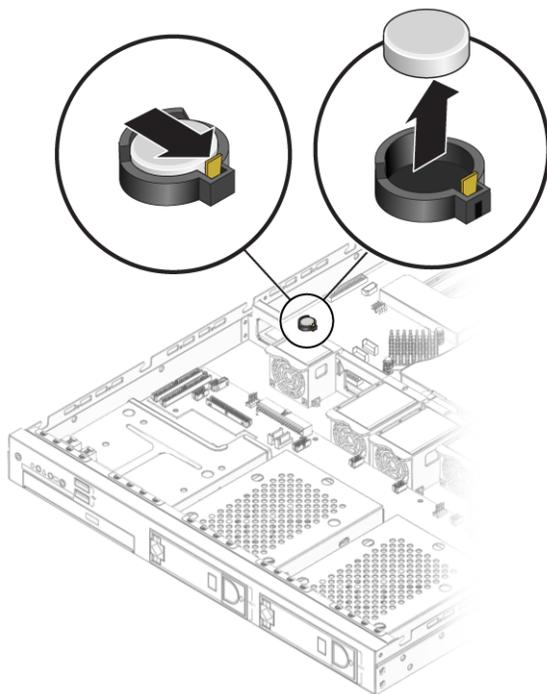

図 4-28 システムバッテリーの取り外し
2. システムバッテリーは、後方にスライドさせてホルダーから取り出します（位置については図 4-28 参照）。